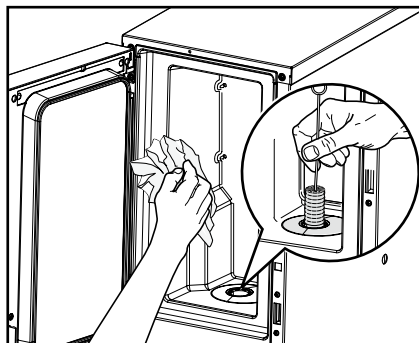

Рис. 25
4. Очистить внутренние поверхности холодильной камеры чистой влажной тряпкой, а дозирочное отверстие прочистить ершиком. (Рис. 25)